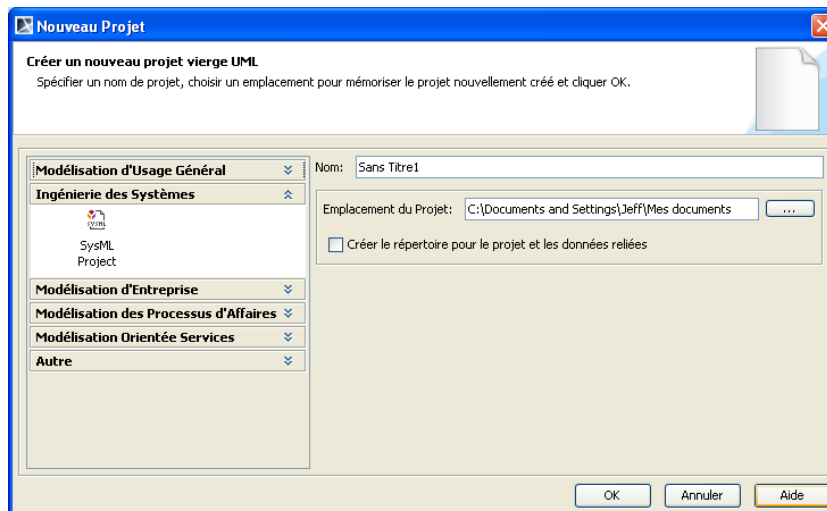

Figure 3 Création nouveau projet :
La boîte de dialogue **Nouveau projet** s'ouvre (Figure 3).
- 2. Cliquez sur le projet SysML icône (Figure 3).